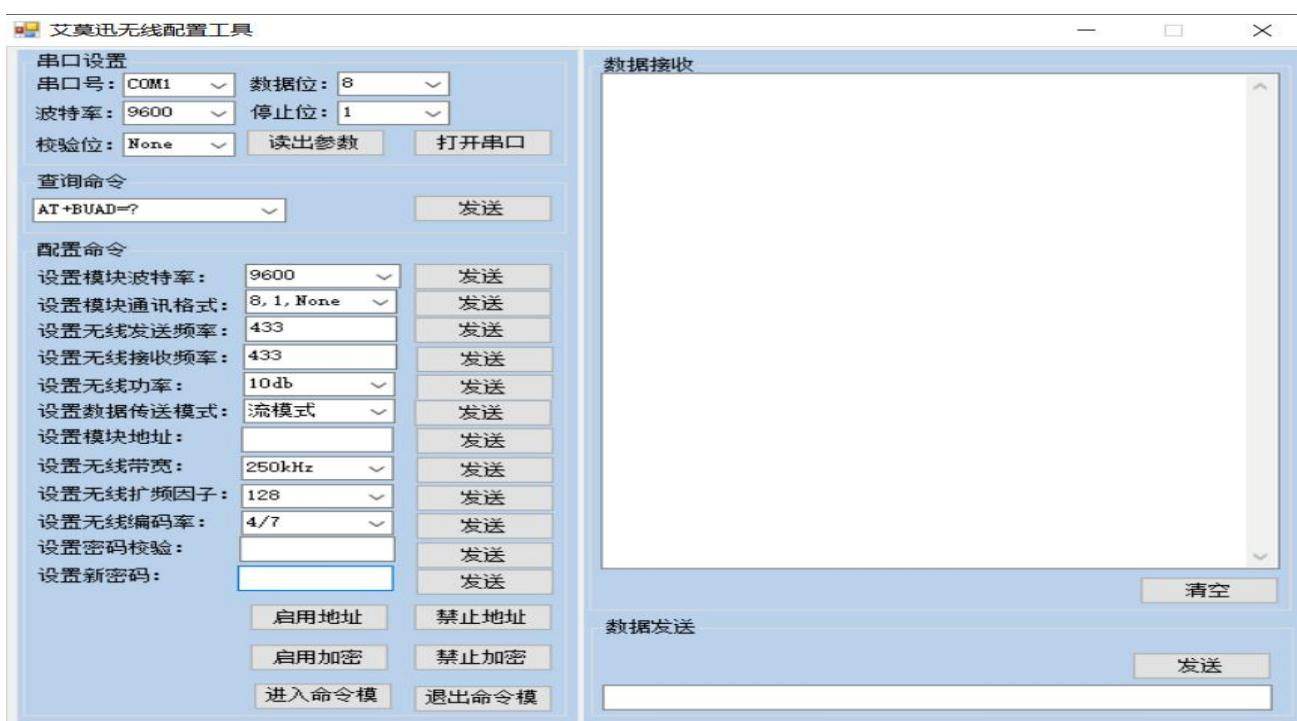

图 6.2.2 配置工具
2) 打开打开配置工具，能够显示出对应的串口号，如图 6.2.2 :